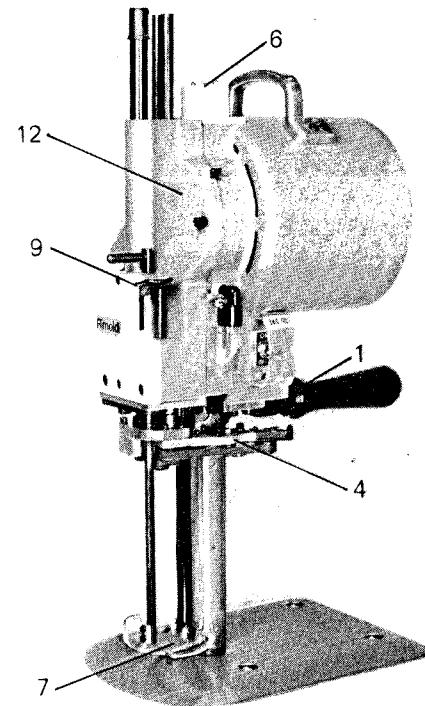

Fig. 2
- 3) Premere la leva 9 fig. 2 per disinnestare l'affilatore
Prima di procedere all'affilatura della lama assicurarsi che il piedino premistoffa sia completamente in basso. In caso contrario premere la leva 8 fig.2 per far scendere il piedino premistoffa
Mettere l'interruttore del motore in posizione ON e premere a fondo ,sino a bloccarla , la leva 9 fig. 2 per innestare l'affilatore che eseguirà automaticamente una corsa completa affilando la lama.
Se necessario ripetere l'operazione sempre premendo a fondo la leva 9 fig.2.
- Esercitare una leggera pressione sulla leva 9 fig. 2 e fig.4 e portare manualmente l'affilatore a circa metà della sua corsa
- Esercitare una leggera pressione sulla leva 9 fig. 2 e fig.4 e riportare manualmente l'affilatore in posizione di blocco.